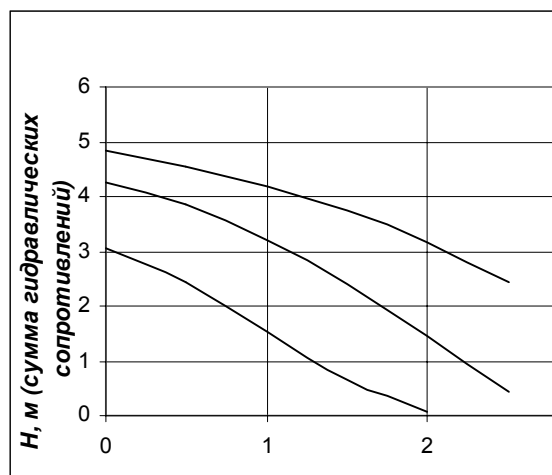

Рисунок 25
17.9. Заводом-изготовителем установлена максимальная скорость работы циркуляционного насоса котла, при которой обеспечивается подача воды объемом 1000 л/час. При необходимости скорость насоса может быть изменена соответственно конкретным условиям эксплуатации (Рисунок 25).